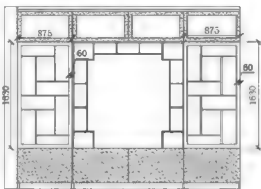

图 9-19
**步骤 13:** 使用矩形工具 $\square$ 绘制两个矩形, 使用偏移工具 $\parallel$ 将绘制的矩形向内偏移 60 个单位, 再使用修剪工具 $\text{TR}$ 和删除工具 $\text{E}$ 进行修剪, 效果如图 9-19 所示。